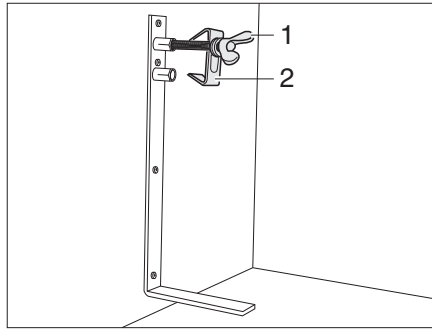

Fig. 164 Supporto per la ruota di scorta
- Svitare la vite (Fig. 164,1) e rimuoverla con la centratura (Fig. 164,2).